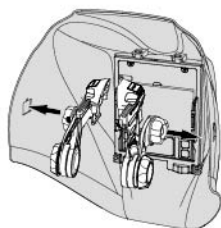

fig.12
- Faites correspondre chaque adaptateur avec le bon côté de la coque du casque (voir fig.12).